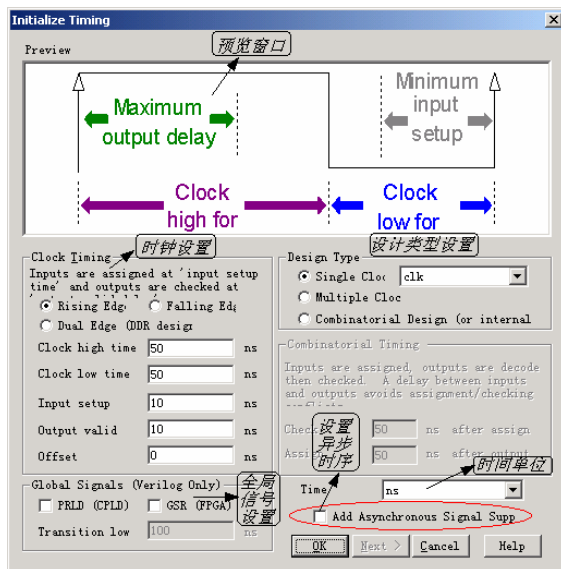
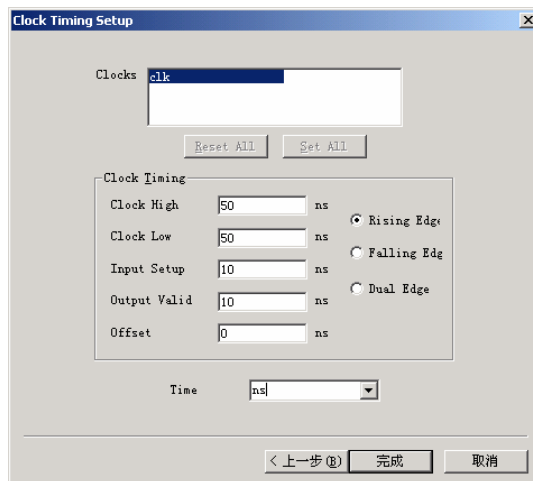

图2-90 时间设置窗
图2-93 时钟属性设置
间，输出有效时间，时钟偏移等。设计类型分为 3 类：单时钟同步时序电路、多时钟同步时序电路和组合电路等类型。全局信号设置主要选择是否使用 GSR (FPGA)，PRLD (CPLD) 等全局置位、复位信号。另外还可以设置仿真所用的时间单位 (ms, ns, ps) 等项目，如图 2-90 所示。
7. 然后单击 **下一步(N) >** 按钮，设置时钟属性。这个窗口与图 2-90 中时钟属性设置一致，完成时钟的触发沿（上升沿触发、下降沿触发、两个沿都触发），时钟高、低电平保持时间，输入建立时间，输出有效时间，时钟偏移等属性的设置，如图 2-93 所示。